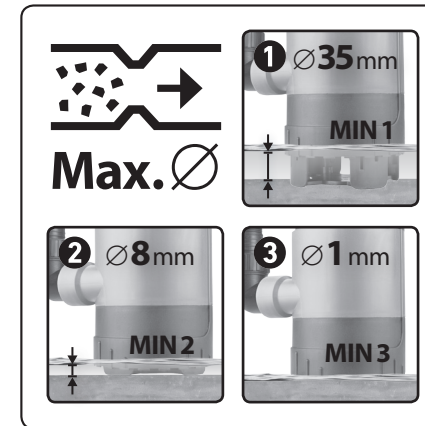
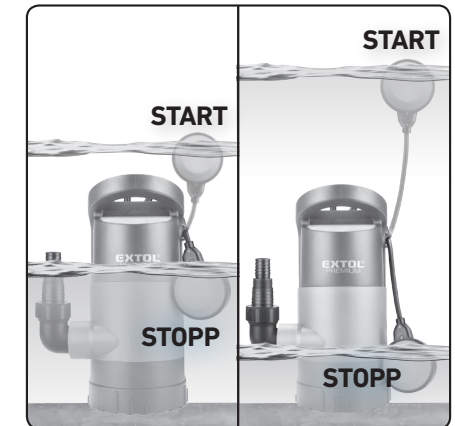

Abb. 2
Abb. 3
- Die elektrische Tauchpumpe Extol® Premium 8895013 mit ausfahrbarer Ansaugbasis ist zum Abpumpen von reinem und verunreinigtem Wasser aus Gruben, Teichen, Bächen, Feuerwehrbecken u. ä. bestimmt. Dank der Möglichkeit des Einfahrens der Ansaugbasis ist die Pumpe geeignet zum Abpumpen des Wassers aus überschwemmten Bereichen bis auf einen sehr niedrigen Wasserstand (Abb. 2). Mit der ausfahrbaren Ansaugbasis kann man die Durchgängigkeit von Fremdkörpern von 1, 8 oder 35 mm einstellen, und es kann auch verunreinigtes Wasser abgepumpt werden (Abb. 2). Die einstellbare Kabellänge des Schwimmers ermöglicht es, abzugrenzen, bei welchem Pegel es zum Anlassen bzw. zum Abschalten der Pumpe kommt (Abb. 3). Pumpe für verunreinigtes Wasser für den Betrieb mit mittlerer Beanspruchung.
• Für die richtige Funktion des Schwimmerschalters darf die Entfernung zwischen Schwimmerschalter und Kabelhalter nicht zu klein sein. Das beschriebene Prinzip ist in Abb. 3 abgebildet.
- Der Betrieb vom Pumpenmotor wird automatisch durch die Position des Schwimmerschalters in Bezug auf die Höhe vom Wasserspiegel der gepumpten Flüssigkeit gesteuert, siehe Abb. 3.